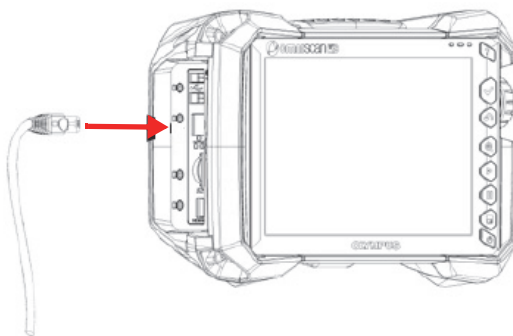

Рис. 2-10 Подключение кабеля к порту
2. Подключите кабель Ethernet, USB и/или удлинительный кабель HDMI к соответствующему порту (Рис. 2-10 на стр. 41).